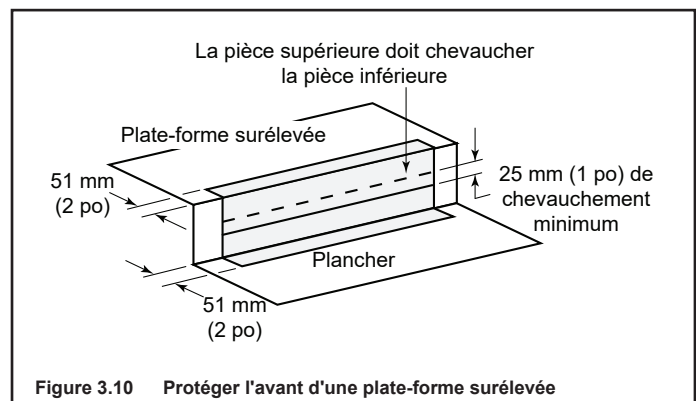

Figure 3.10 Protéger l'avant d'une plate-forme surélevée
- Protégez la partie avant d'une plate-forme surélevée au-dessus du prolongement de l'âtre à l'aide de bandes métalliques (non fournies avec le foyer), comme indiqué sur la figure 3.10. Voir la section 7 f pour les instructions relatives au prolongement de l'âtre.